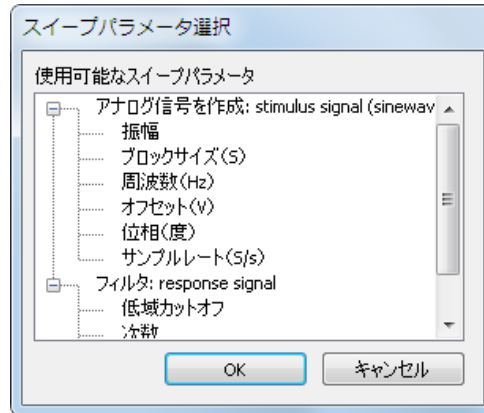

図 5-1 スイープパラメータ選択ダイアログボックス
5. **ステップ設定**タブで**追加**ボタンをクリックし、図 5-1 に示すようなプロジェクトの各ステップのスイープパラメータのリストを表示します。